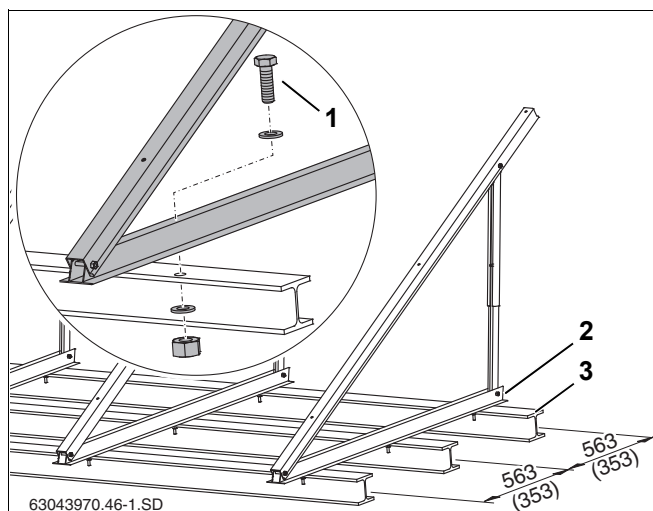

Рис. 26 Подставки на двутаврах, размеры в мм (значения в скобках = горизонтальное исполнение)
На плоской крыше можно выполнить анкерное крепление подставок. Здесь приведен пример крепления к двутаврам (рис. 26, поз. 3).
- ▶ Разметить расстояние между отверстиями на нижнем профиле (рис. 26, поз. 2) на двутавре и просверлить отверстия.
- ▶ Вставить болты (см. таб. 8 и рис. 26, поз. 1) в профиль и двутавр и затянуть с гайками и шайбами.